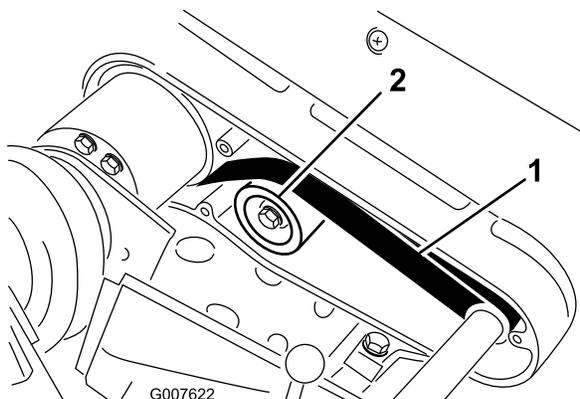

Figure 39
2. Contrôlez la tension en exerçant une force de 22 à 26 N à mi-distance entre les poulies (Figure 39). La courroie doit présenter une flèche de 6 mm.
- A. Desserrez l'écrou de fixation de la poulie de tension et faites pivoter la poulie dans le sens horaire contre l'arrière de la courroie jusqu'à ce que vous obteniez la tension voulue (Figure 39).